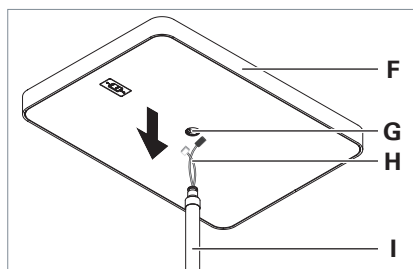

Fig. 8: Placer la tête du luminaire.
- Placez la tête du luminaire **F** sur le bras vertical **I** et introduisez les câbles **H** par l'ouverture **G** sur la tête du luminaire, voir Fig. 8.